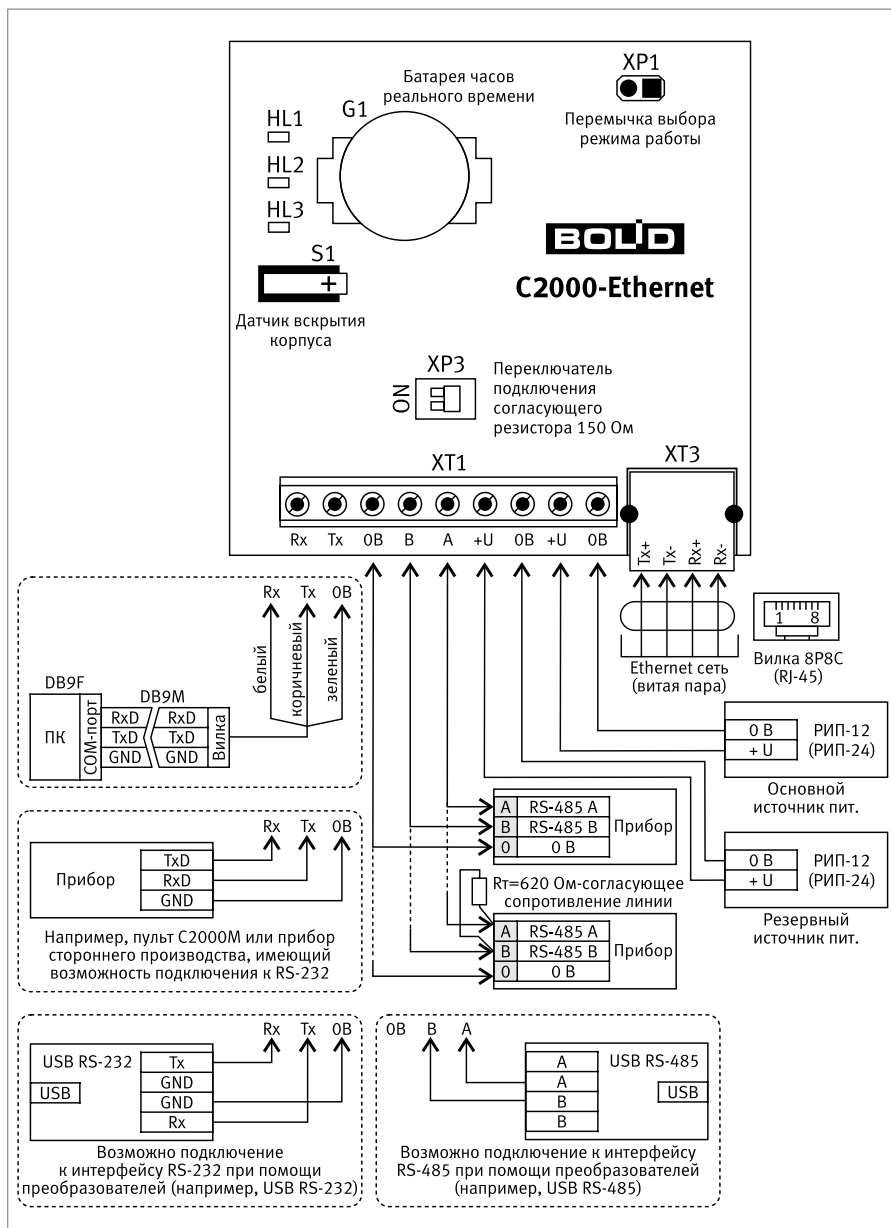

Рисунок 1. Схема подключения C2000-Ethernet
1.3. Подключите преобразователь в соответствии с проектной документацией и схемой на Рисунок 1.